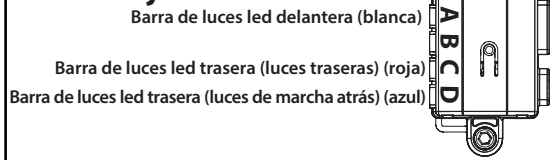

Fig. 4
1. Retire los tornillos de cabeza semiesférica de 4 x 12 mm (4) para retirar los paragolpes delanteros y traseros existentes (B, C) del chasis. Conserve y reutilice los tornillos.
2. Instale el nuevo paragolpes delantero con barra de luces led (D) con los tornillos de cabeza semiesférica de 4 x 12 mm (2) que retiró en el paso 1. Conecte el conector en el puerto A del amplificador de potencia de alto voltaje (blanco) (Fig. 4).
3. Instale el nuevo paragolpes trasero con barra de luces led (E) con los tornillos de cabeza semiesférica de 4 x 12 mm (2) restantes.
4. Conecte los conectores (rojo y azul) en los puertos del amplificador de potencia de alto voltaje (conector rojo en C, conector azul en D) (Fig. 4).